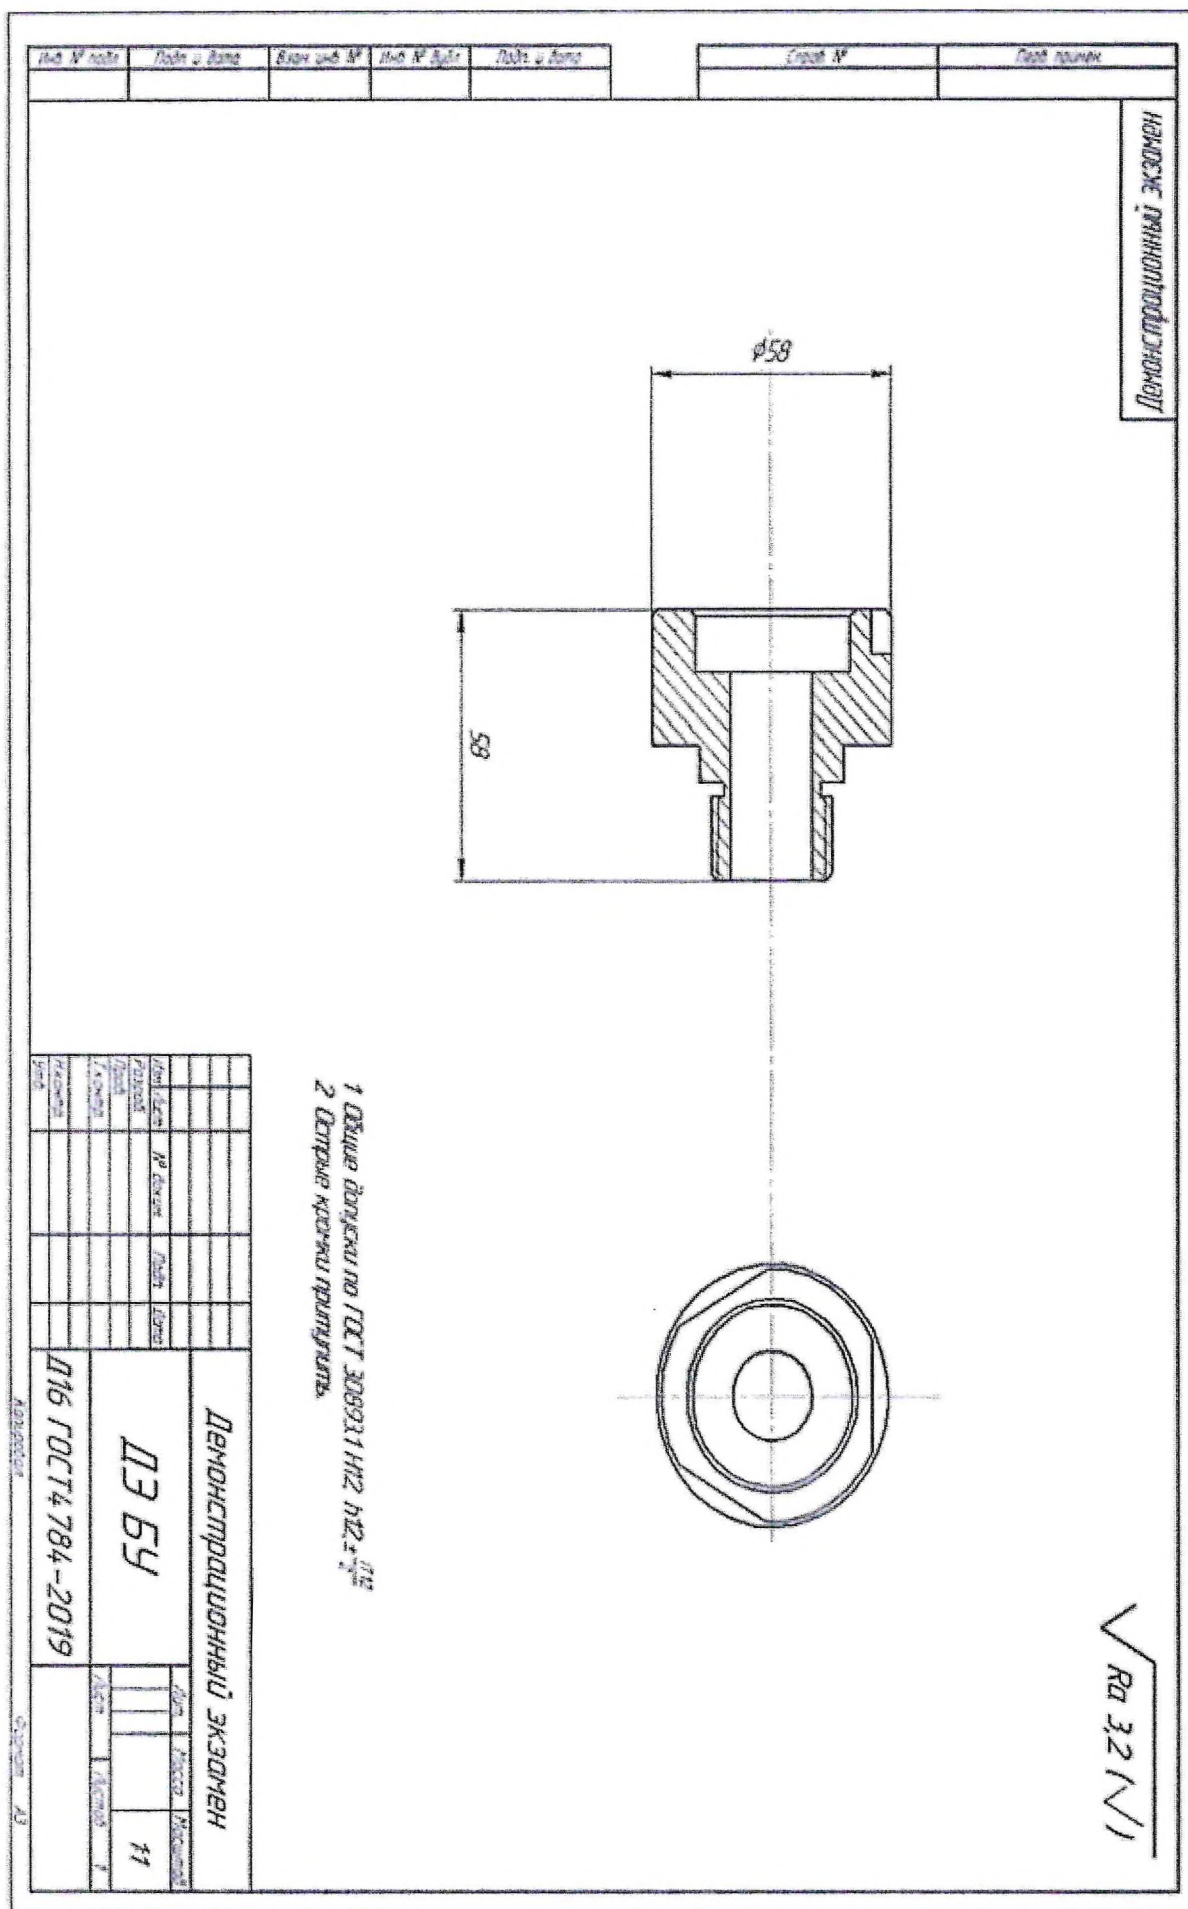

Рисунок 2- Чертеж детали Модуль №2
5. Выполнить обработку детали (Рисунок 2);